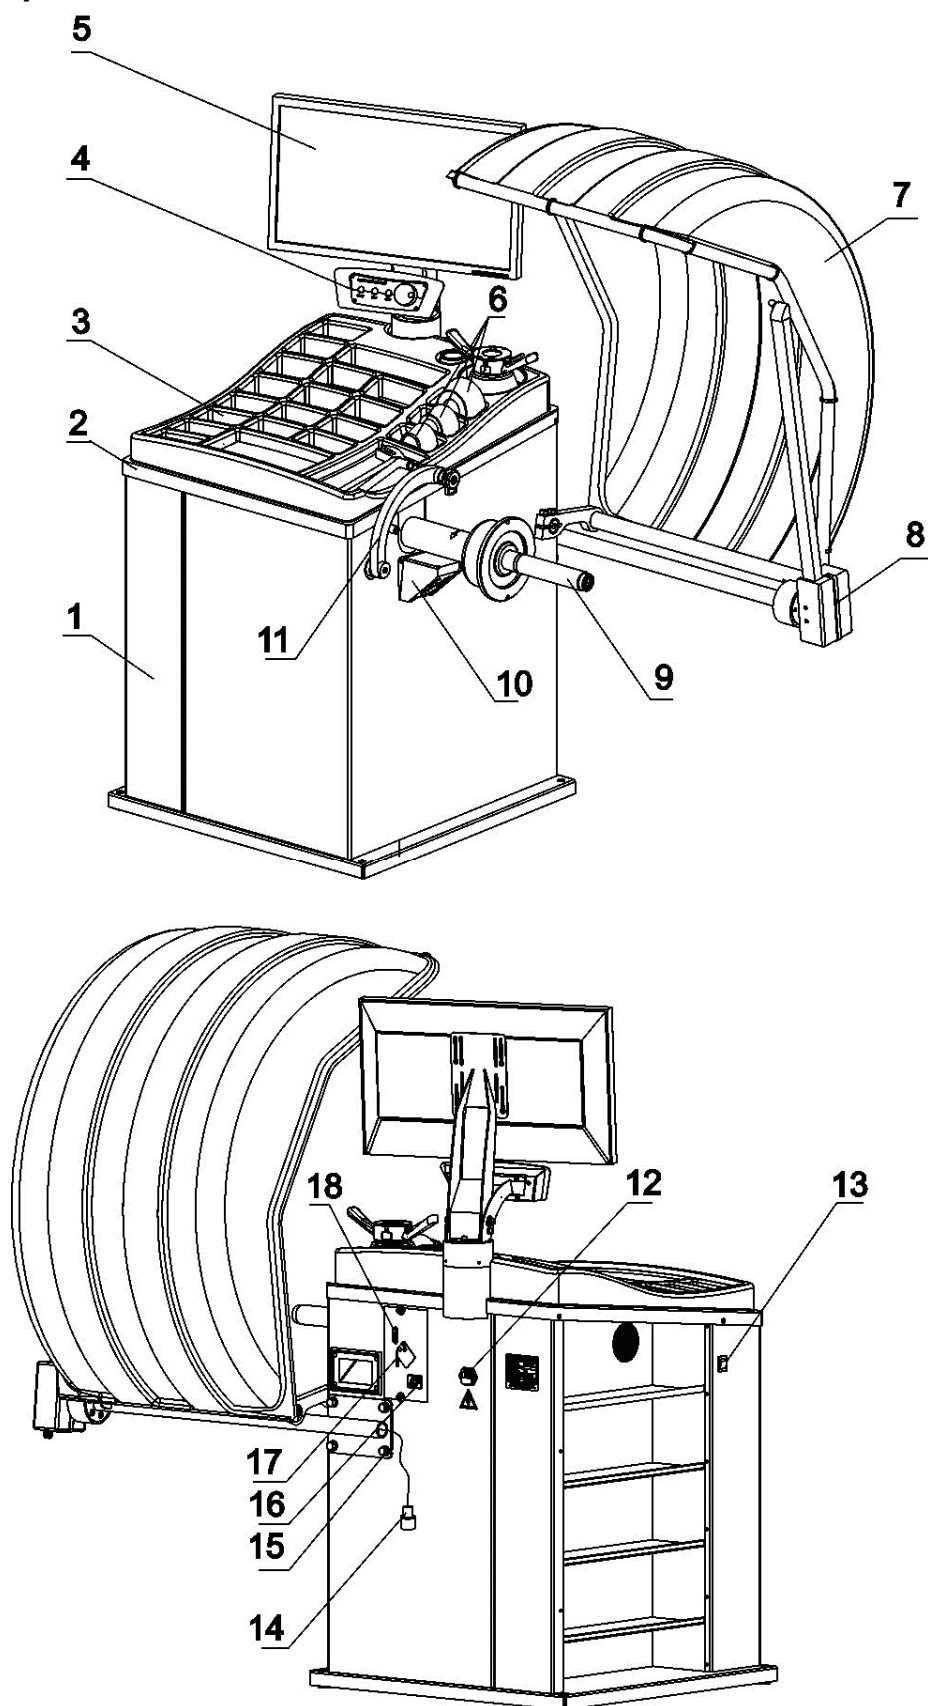

Рисунок 4.1
4.2.6 Закрепить вторую линейку 8 на корпусе с помощью 4-х болтов с шайбами 15 и подключить вилку линейки 14 к гнезду 16 (рисунок 4.1).
4.2.9 Подключить сетевой шнур к гнезду станка, расположенному на задней панели корпуса станка (рисунок 4.1), и к питающей сети, оборудованной розеткой с контактом заземления.